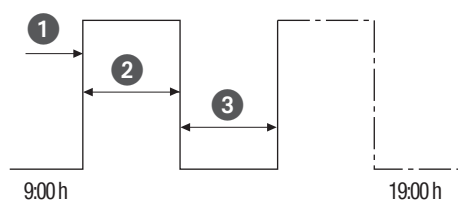

Fig. 33: Sykluskobling
- (Fig. 33/①) Starttid
- (Fig. 33/②) Varighet PÅ = Kobling PÅ
- (Fig. 33/③) Varighet AV = Kobling AV